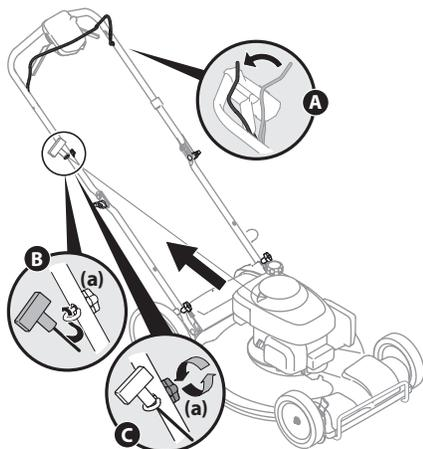

Figure 2-4
7. Le guide-câble est fixé sur le côté droit de la partie supérieure du guidon. Serrez l'écrou papillon (a) qui retient le guide-câble à la partie supérieure du guidon comme indiqué à la Figure 2-4 :